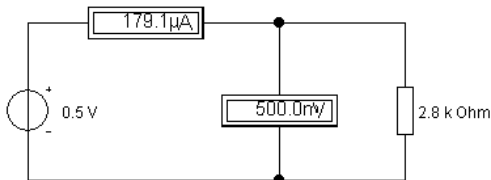

Рис. 17. Пример схемы измерения ВАХ линейного элемента
1. Для снятия ВАХ линейного элемента смоделировать схему, представленную на рис. 17, при разных значениях питающего напряжения – от 0 до 0,7 В.